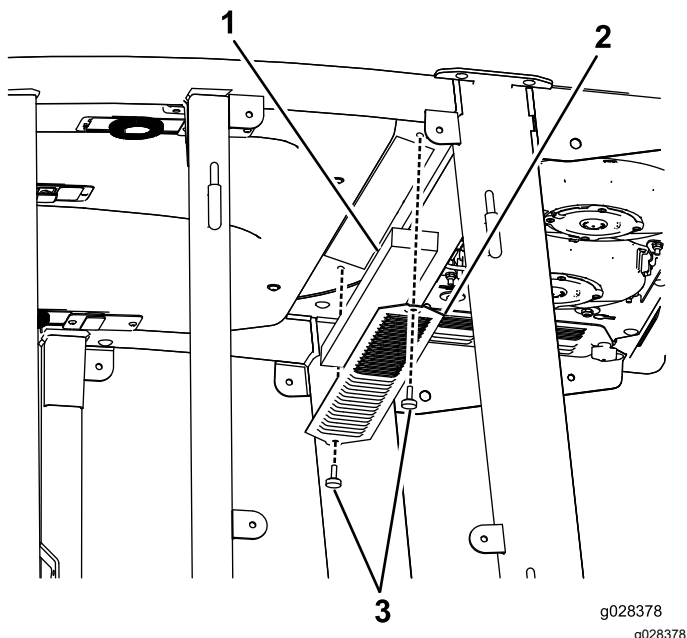
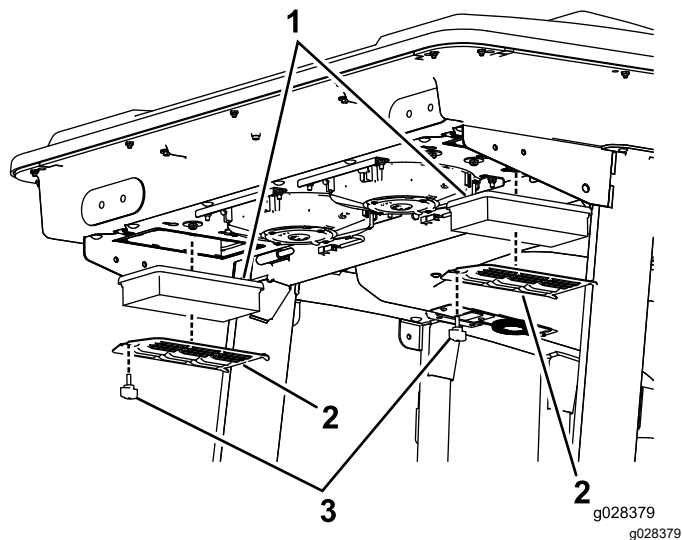

Figura 92
Figura 93
1. Retire los tornillos y las rejillas del filtro que está en el interior de la cabina y del filtro que está detrás de la cabina (Figura 92 y Figura 93).